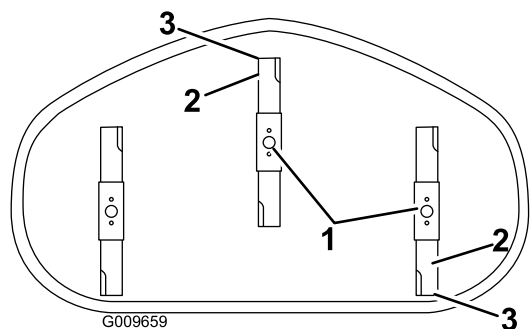

Figure 58
4. Faites pivoter les lames avec précaution pour faire passer les pointes avant à l'arrière (Figure 58).
5. Mesurez la distance entre la pointe de la lame avant et la pointe de la lame arrière par rapport à la surface plane (Figure 58). Si la pointe avant de la lame n'est pas de 1,6 à 7,9 mm (1/16 à 5/16 po) plus basse que la pointe arrière, réglez le contre-écrou avant.
8. Une fois le réglage effectué, vérifiez à nouveau l'inclinaison avant/arrière des lames. Poursuivez le réglage de l'écrou jusqu'à ce que la pointe avant de lame soit de 1,6 à 7,9 mm (1/16 à 5/16 po) plus basse que la pointe arrière (Figure 58).